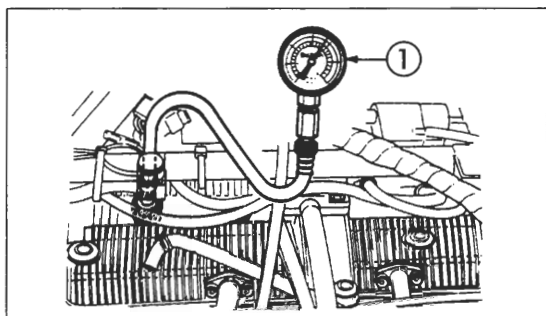

Bild 36
- Kompressionsmesser anschliessen (Bild 36).